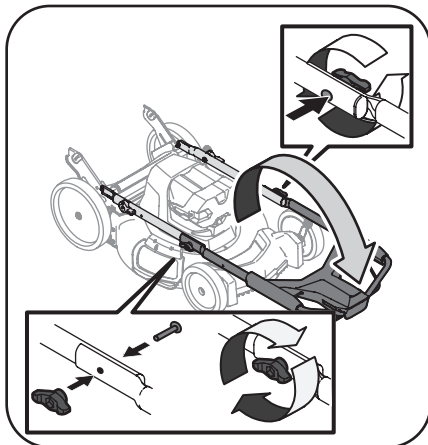

Figura 2-1
4. Levante con cuidado y gire la manija superior hasta la posición que se muestra en la Figura 2-1.
5. Inserte el perno a través de las manijas superior e inferior del lado derecho. Enrosque la perilla de aleta en el perno. Consulte los recuadros de la Figura 2-1.
6. Asegure la manija superior y la manija inferior apretando las perillas de aleta. Consulte los recuadros de la Figura 2-1.